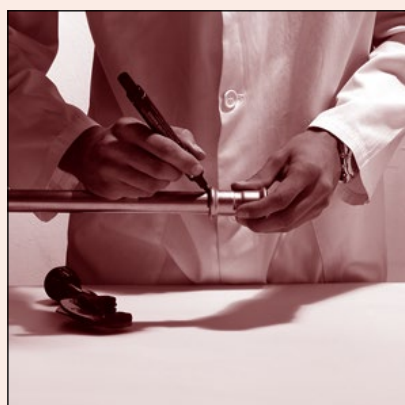

Fig. 24 Inserimento dei tubi nei raccordi e segnatura del corretto posizionamento.
9.5 Inserimento dei tubi nei raccordi e segnatura del corretto posizionamento (fig. 24)
9.5 Inserting pipes in fittings and marking the correct position (fig. 24)